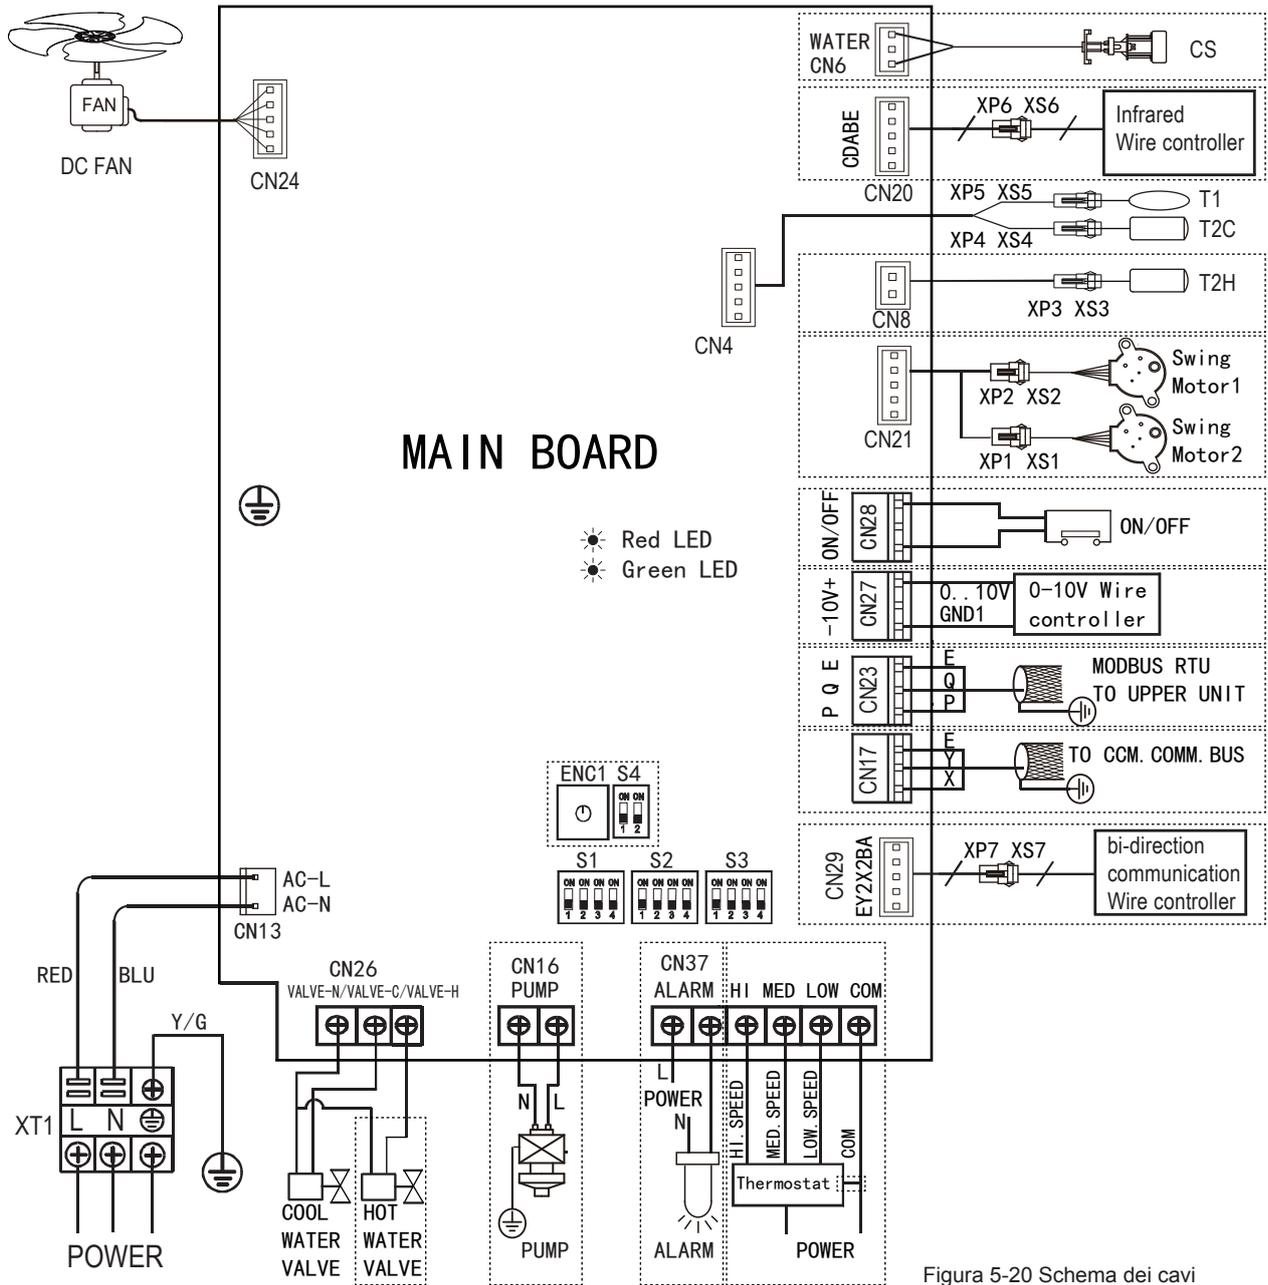

Figura 5-20 Schema dei cavi (VENTILATORE CC)
- Realizzare i collegamenti elettrici secondo la targa di cablaggio (Figura 5-20) dell'unità.